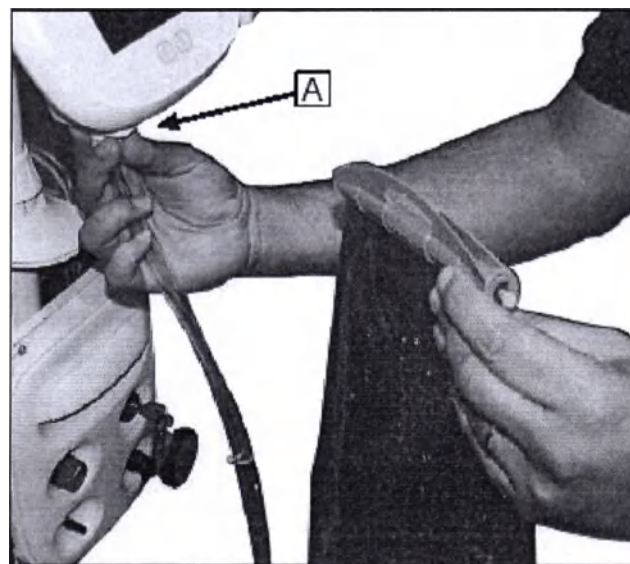

Рисунок 7.9: Подсоединение емкости для наполнения водой
3. Ссылаясь на Рисунок 7.9: подсоедините соединительный блок (А) к соединительному порту панели управления нажимая на него до момента его остановки – пока вы не почувствуете что он "встал" на место установки.